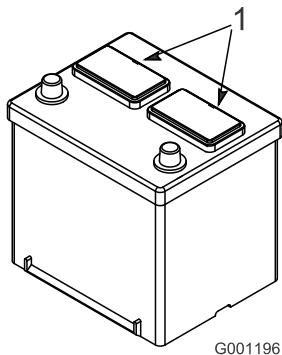

Figura 3
- Pulite la parte superiore della batteria e togliete i tappi di sfiato (Figura 3).